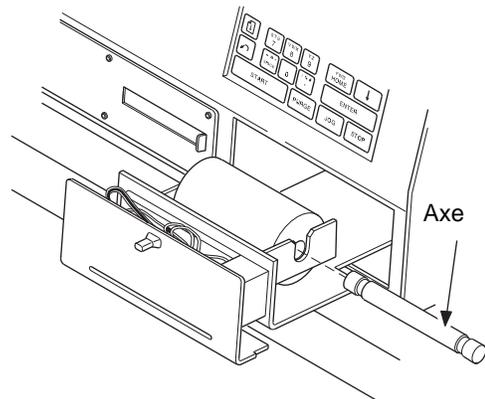

Figure 77 Installer le papier
4. Installer le nouveau rouleau de papier thermique et charger le papier dans le mécanisme de chargement. Voir la Figure 77.